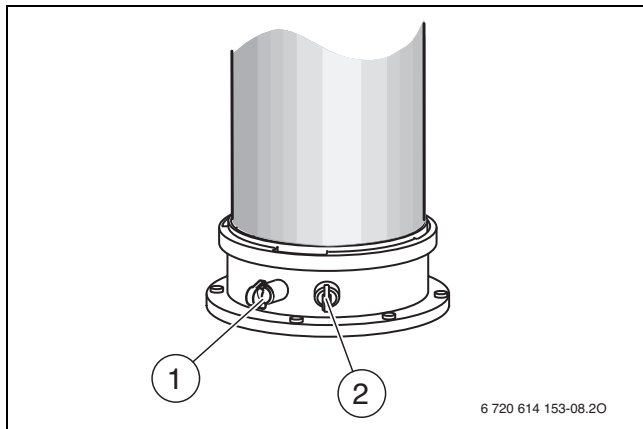

Bild 20 Abgasmessstutzen und Verbrennungsluft-Messstutzen
- ▶ Stopfen am Verbrennungsluft-Messstutzen (→ Bild 20, [2]) entfernen.